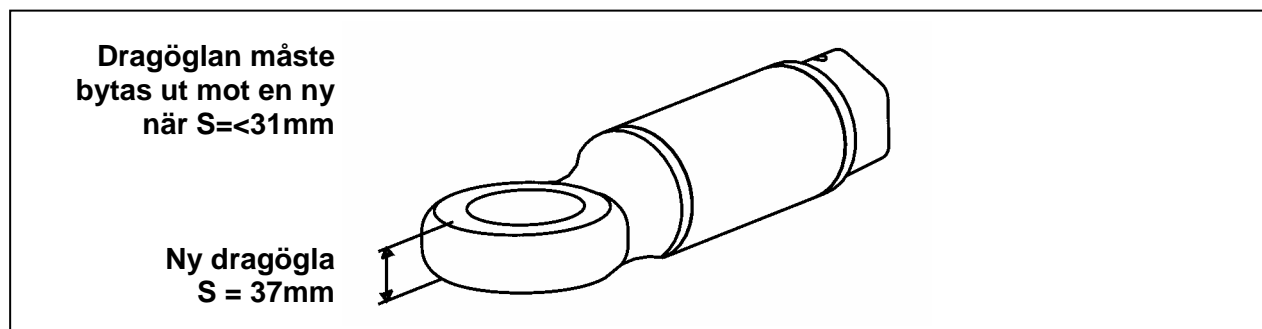

Fig. 2 - Slitage gräns för Dragögla
- Kontrollera förankringen till traktor och dragöglans slitage (se fig. 2 nedan).